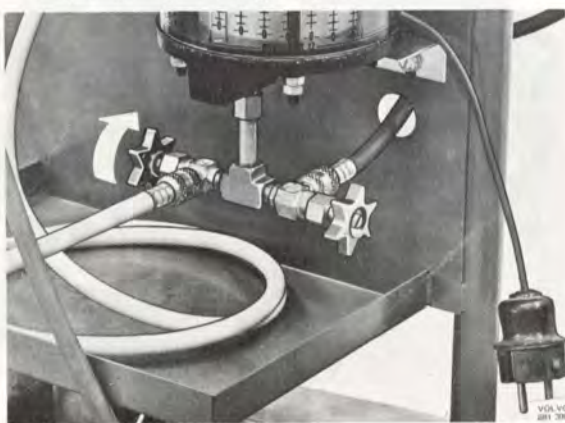

Bild 12
- Om mätcylindern är tom måste den först vakuumpumpas. Öppna i så fall utgående kranen på mätcylindern, bild 12 under pågående vakuumpumpning av anläggningen.
1. **OBS!** Bilens motor får absolut ej startas före pkt. 6, fyllning. Öppna utgående kranen på mätcylindern, bild 12 och fyll 2 hg köldmedium i anläggningen. Stäng därefter kranen igen.